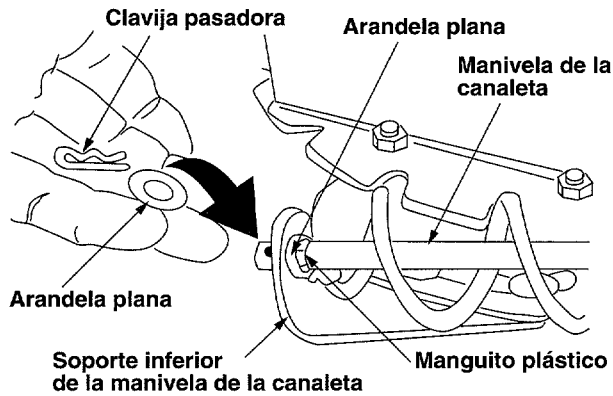

Figura 9
- Coloque una arandela plana de 3/8 de DI (del Grupo G del conjunto de ferretería) sobre el extremo de la manivela de la canaleta y a continuación inserte el extremo de la manivela dentro del orificio en el manguito plástico en el soporte de la manivela de la canaleta. Vea la figura 9.
- Coloque la otra arandela plana de 3/8 de DI (del mismo grupo del conjunto de ferretería) sobre el extremo de la manivela de la canaleta e inserte el broche del cabello dentro del orificio en el extremo de la manivela de la canaleta. Ver la Figura 9.